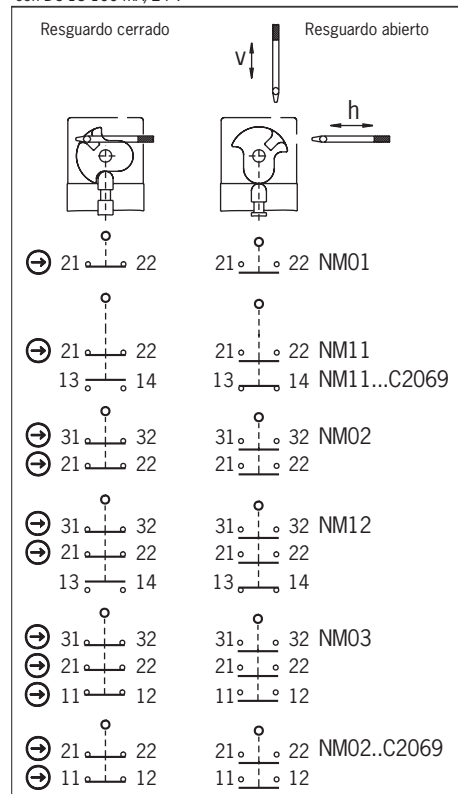

Fig. 3: Elementos interruptores y funciones de conmutación
Debe usarse como mínimo un contacto  $\odot$ . Este señala la posición del resguardo (para la asignación de contactos, consulte la Fig. 3).
3. Apriete las conexiones y los bornes con 0,5 Nm (para la asignación de contactos, consulte la Fig. 3).